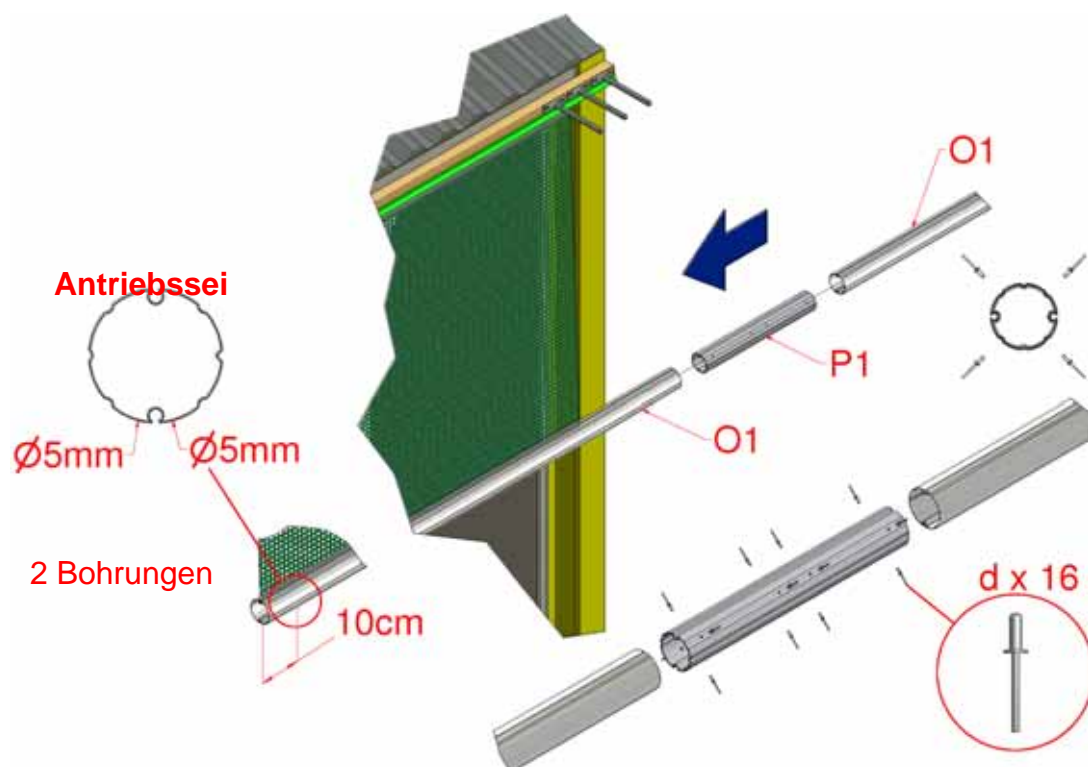

Abbildung 11a: Einschieben und Verbinden des Rollrohrs
- 3.4 Schieben Sie die Rohre (O1) (bei Einzelmotorantrieben von der dem Antrieb entgegengesetzten Seite aus) in Richtung Antrieb auf. Setzen Sie dabei zwischen allen Abschnitten des Rohrs in gleichen Abständen einen Rohrverbinder (P1) ein, und befestigen Sie sie mit den Edelstahlnieten (d) (siehe Abbildung 11a).